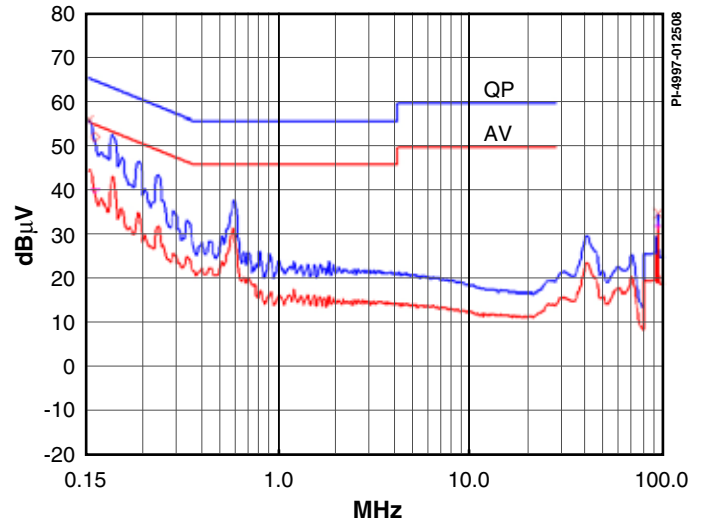

图3. 最差情况下的EMI图 (115 VAC), LED负载为70 V, 135 mA (显示EN55022B限制)
- 满足EN55022B的传导EMI限制，EMI裕量大于10 dB μ V (参见图3)